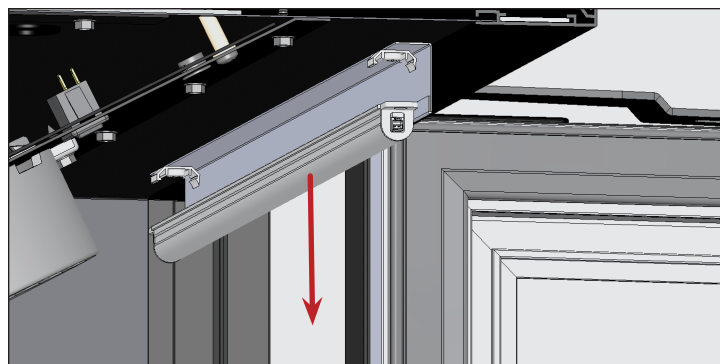

Fig. 1. Retirez le module LED de ses supports.
2. Retirez le module LED des supports de LED. Voir fig. 1.